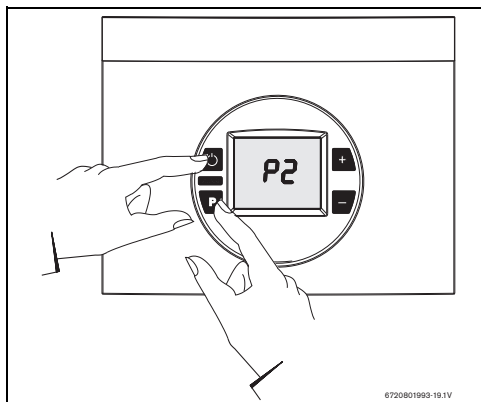

Fig. 47
- Mantenere premuto il tasto "P" di programmi e premere l'interruttore principale ON/OFF per accendere l'apparecchio (Fig. 47).